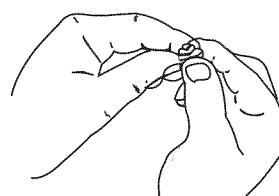

Fig. 26
- Apriete el filtro para espesar y retirar el exceso de aceite (Fig. 26).